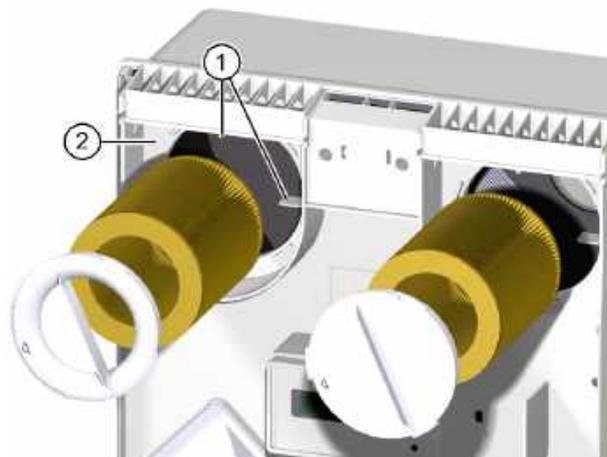

Fig. 19: Mettre en place les filtres
- ▶ Veillez à ce que le filtre glisse dans les quatre ergots de retenue (pos. 1 dans Fig. 19) sur la paroi arrière de l'appareil d'aération.
- ▶ Posez l'anneau de filtre sur le filtre d'air repris. Veillez à ce que l'anneau de filtre repose à plat sur la plaque intermédiaire (pos. 2 dans Fig. 19).